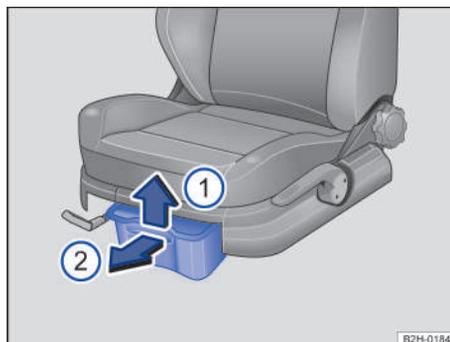

Fig. 116 Portaobjetos debajo de los asientos delanteros: cajón.
1. Levante el cajón → fig. 116 ① y tire de él hacia delante → fig. 116 ②.
1. Desplace el cajón debajo del asiento en el sentido contrario al de la flecha, hasta el tope → fig. 116 ②.